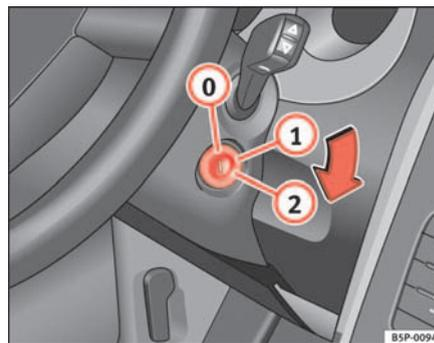

Abb. 95 Stellungen des Zündschlüssels
In dieser Stellung ⇒ Abb. 95 sind die Zündung und der Motor ausgeschaltet und die Lenkung kann gesperrt werden.
- Drehen Sie den Zündschlüssel in Stellung ⇒ Seite 134, Abb. 95 . Beim Vorglühen des Motors leuchtet die Kontrollleuchte  auf.
- Drehen Sie den Zündschlüssel in Stellung ⇒ Seite 134, Abb. 95 .